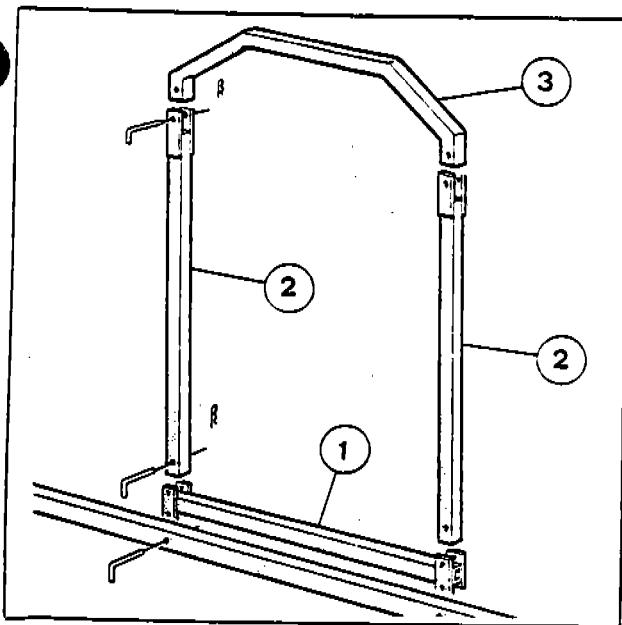

Fig. 22
b) For the bridge structure (Fig. 22):
- 1) Insert the horizontal support (1) and stop it with pins and safety clips.
- 2) Insert the columns (2) on the support (1) and secure them with pins and clips.
- 3) Insert the upper rail support (3) on the columns (2) and secure it with pins and safety clips.
b) Per le gambe con doppio percorso galleria (Fig. 22), controllando sempre le sigle riportate sulle estremità, procedere come sopra descritto.
- 1) Inserire il traverso/gamba (1) e fermarlo in posizione con relative spine e copiglie.
- 2) Inserire le prolunghe (2) sulla traversa/gamba (1) e fermarla in posizione con relative spine e copiglie.
- 3) Inserire la traversa superiore (3) nelle prolunghe (2) e fermarla in posizione con relative spine copiglie.